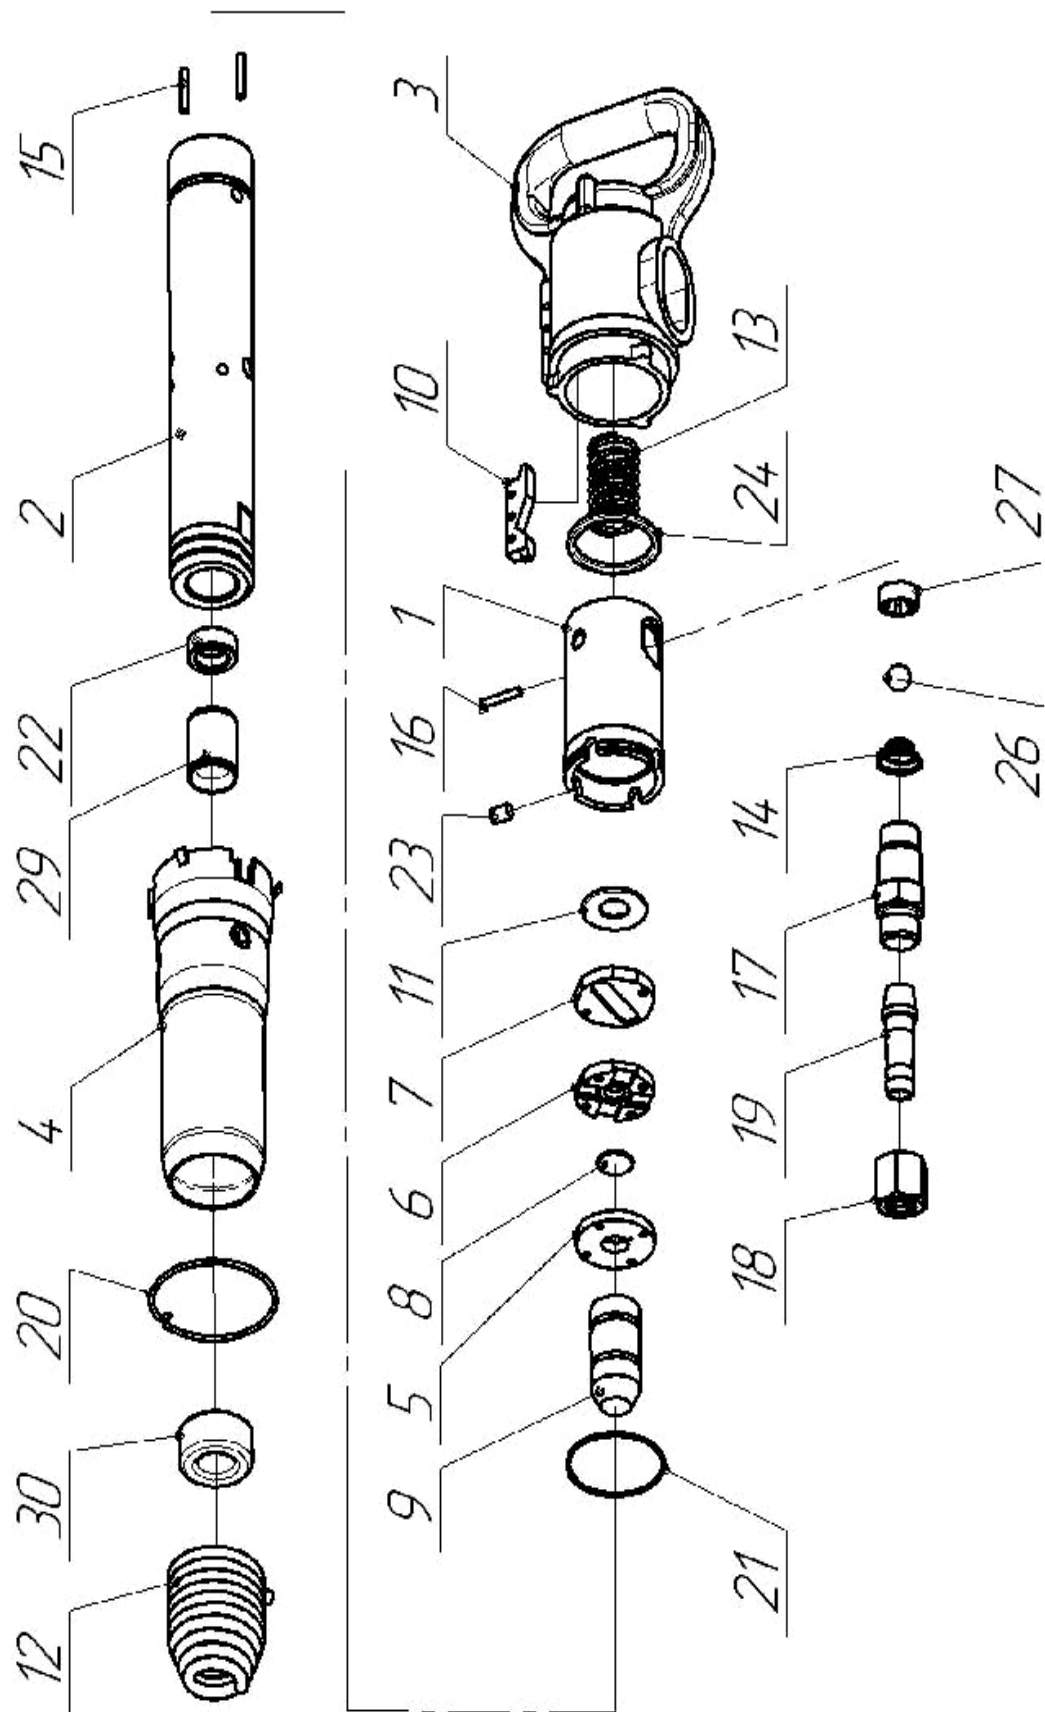

Рис. 1
4.1. Молоток (рис.1) состоит из ствола 2 с подвижно размещенным в нем ударником 9. На верхнем торце ствола расположено воздухораспределительное устройство, состоящее из седла 5, коробки клапана 6, клапана 8, тарельчатой пружины 11, крышки 7, закрепленных от проворота на стволе штифтами установочными 15 и поджатых к торцу ствола стаканом 1.